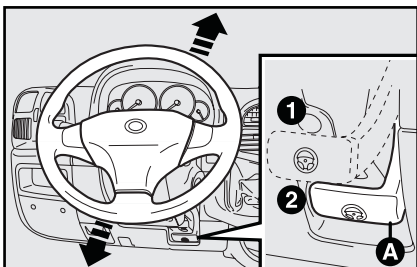

Abb. 71b
- 1) Den Hebel **A**, **Abb. 71b** auf Position **1** stellen.